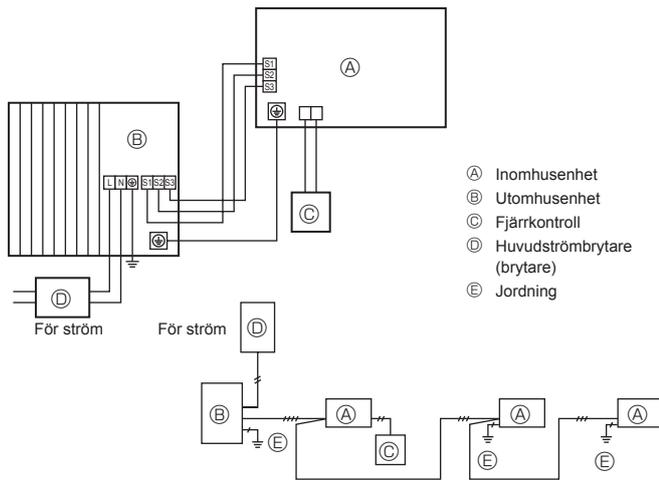
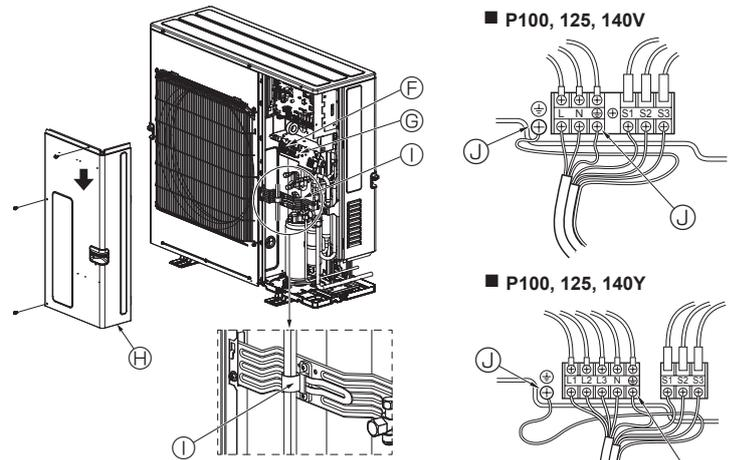

Fig. 6-1
Fig. 6-2
### 6.1. Utomhusenhet (Fig. 6-1, Fig. 6-2)
- ① Ta bort servicepanelen.
- ② Hänvisa till fig. 6-1 och fig. 6-2 när kablarna dras.